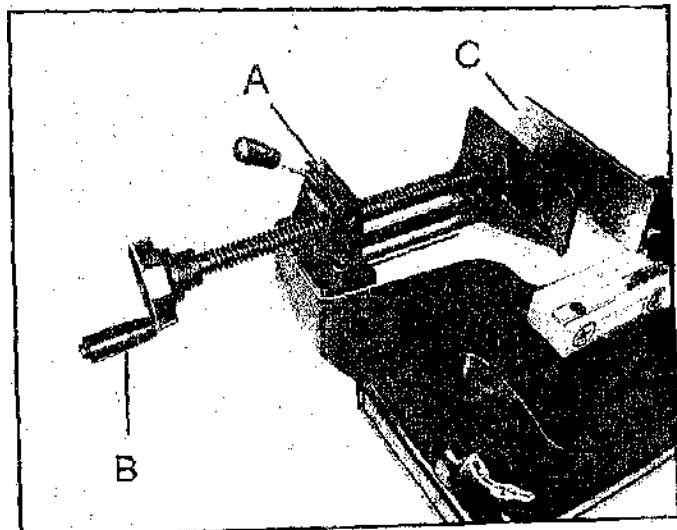

Рис. 2
1. Поднимите ручку (A) Рис. 2, теперь вы можете передвигать зажимы (тиски) вперед и назад с легкостью натягивая на себя или от себя маховик (B) к краю основания.
2. Надавите губкой тисков (C) на заготовку, двигайте ее как можно ближе относительно зафиксированной губки тисков
4. Поверните колесо (B) по часовой стрелке, чтобы закрепить тиски на рабочей заготовке.